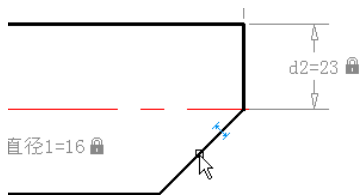
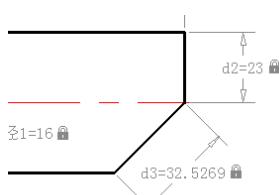

图 11-27 选择倾斜的直线对象
图 11-28 创建对齐标注约束
(6) 创建对齐标注约束。单击“对齐标注约束”按钮，或者在菜单栏中选择“参数” → “标注约束” → “对齐” 命令，在“指定第一个约束点或 [对象(O)/点和直线(P)/两条直线(2L)] <对象>:”提示下输入“O”，并按〈Enter〉键以确认选择“对象”选项，选择如图 11-27 所示的直线对象。接着指定尺寸线位置，接受默认的标注表达式（值），按〈Enter〉键，从而完成如图 11-28 所示的对齐标注约束。